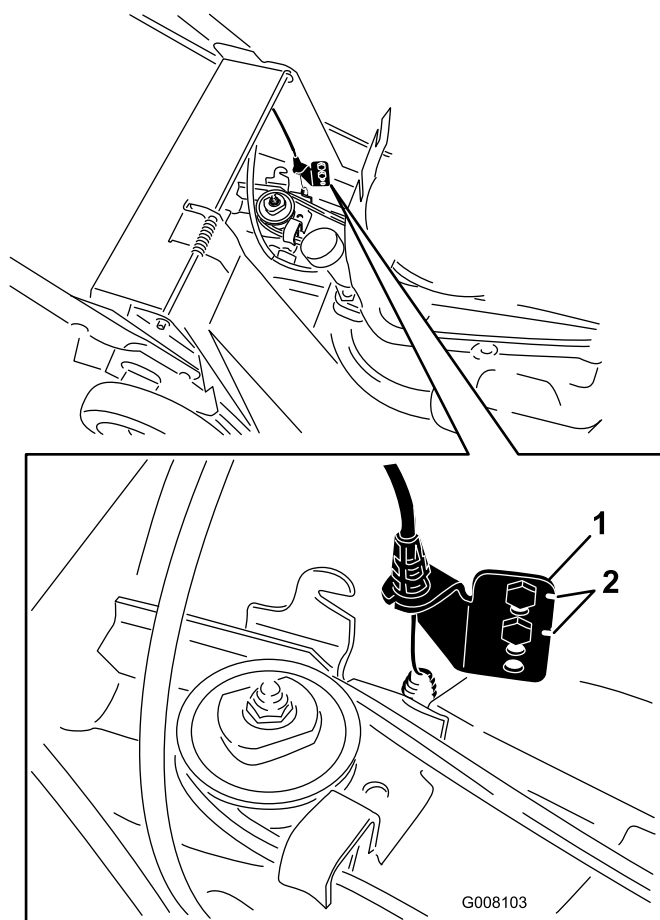

Figura 30
7. Rimuovete le viti dalla staffa di ancoraggio inferiore (Figura 30).
Nota: Il paracinghia inferiore è stato rimosso in Figura 30 per una visuale migliore. Non è necessario rimuovere il paracinghia inferiore per eseguire questa procedura.
8. Alzate di un foro la staffa di ancoraggio inferiore (Figura 30).
Nota: Quando installate una nuova cinghia, riportate la staffa di ancoraggio inferiore alla sua posizione originale impostata in fabbrica, indicata dalle tacche in corrispondenza dei fori sulla staffa (Figura 30).